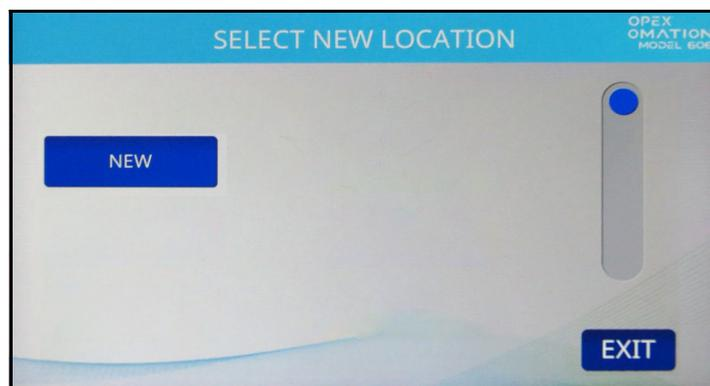

Abbildung 6-36: Bildschirm „Neuen Speicherort auswählen“
3. Nachdem Sie den Benutzer benannt und die Eingabetaste gedrückt haben, werden Sie aufgefordert, einen Speicherort für den neuen Benutzer auszuwählen (Abbildung 6-36).